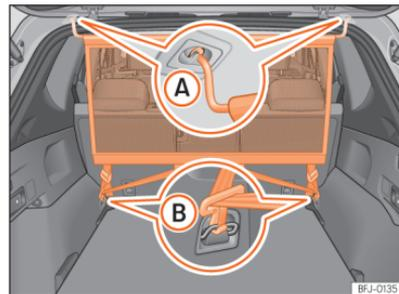

Fig. 203 Rede de separação montada.
• Engate a rede de separação do alojamento esquerdo do teto »»» Fig. 203 (A).
• Engate a rede de separação no alojamento direito do teto, comprimindo a vareta transversal »»» Fig. 203 (A).
• Engate os dois ganchos da rede de separação nas argolas de fixação da bagageira »»» Fig. 203 (B) e tensione bem os cintos de fixação.
• Desengate os ganchos da rede das argolas de fixação »»» Fig. 203 (B).
• Desengate a rede de separação do alojamento direito do teto »»» Fig. 203 (A) comprimindo a vareta transversal.